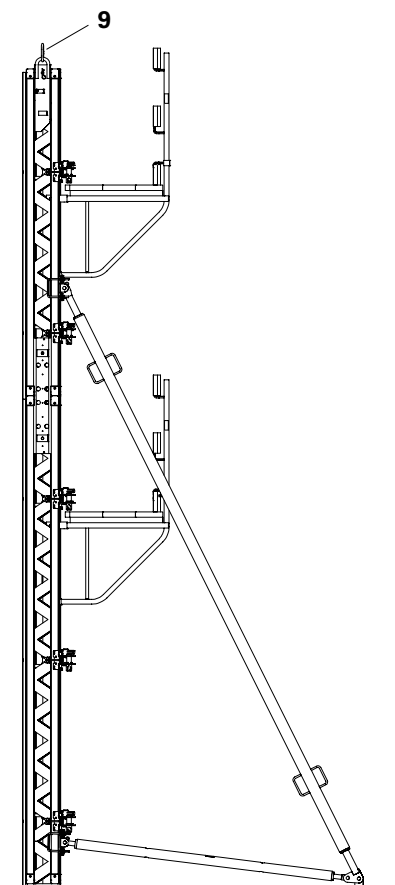

Fig. A4.05
8. Montare bracci e puntelli di stabilizzazione nelle piastre di base fissate. (Fig. A4.05)